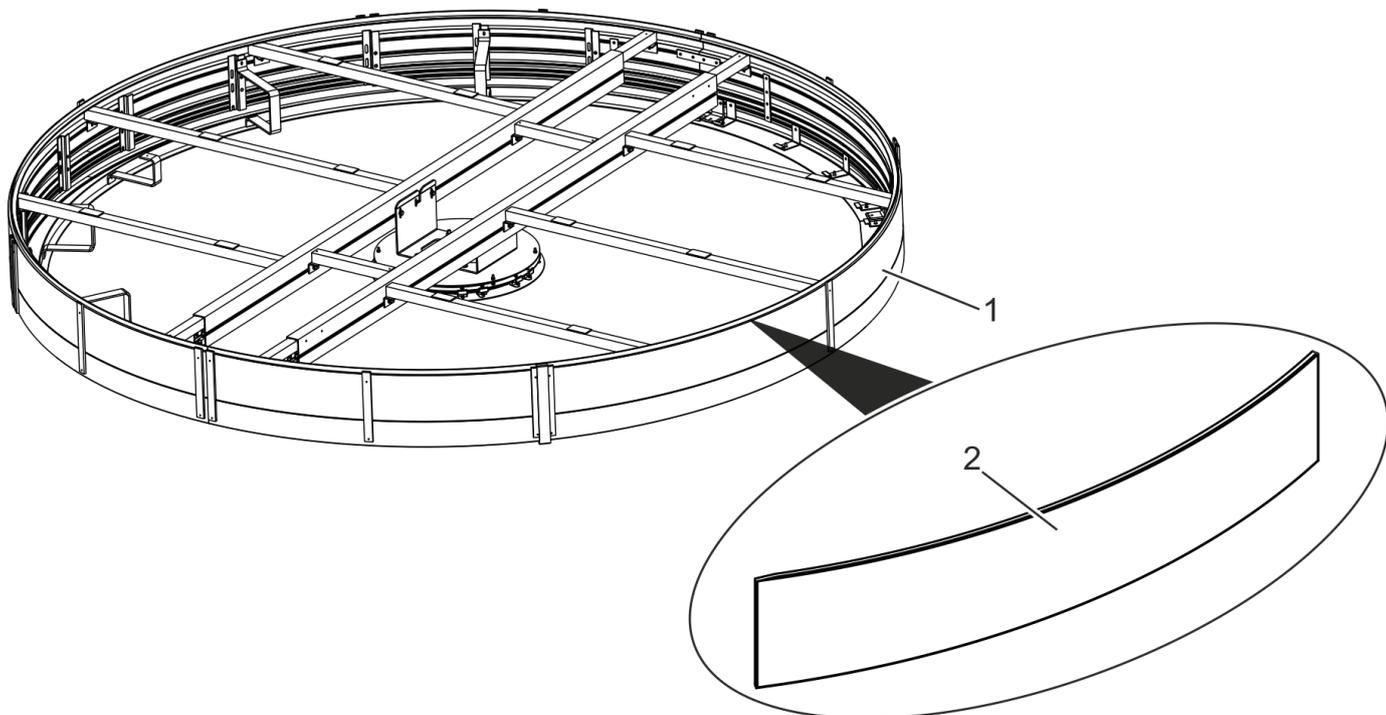

Рис. 98 Подвешивание облицовки канопе
Установить облицовку канопе на наружную сторону здания (рис. 98/2) после установки конструкции потолка (рис. 98/1) с помощью «липучки». Для подвешивания облицовки канопе больших размеров нужно 2 человека.
Прикрепить облицовку канопе (рис. 98/2) на внутреннюю сторону здания после установки конструкции потолка (рис. 98/1) с помощью «липучки». Для подвешивания облицовки канопе больших размеров нужно 2 человека.
7. Убедиться в том, что подвешенная облицовка канопе (рис. 98/2) установлена ровно и отрегулировать ее при необходимости. Поднять нижнюю кромку облицовки канопе на небольшое расстояние, а затем сместить ее в сторону.
8. Снять переднюю защитную пленку с облицовки канопе (рис. 98/2).
9. Ровно вставить облицовку канопе (рис. 98/2) вручную.